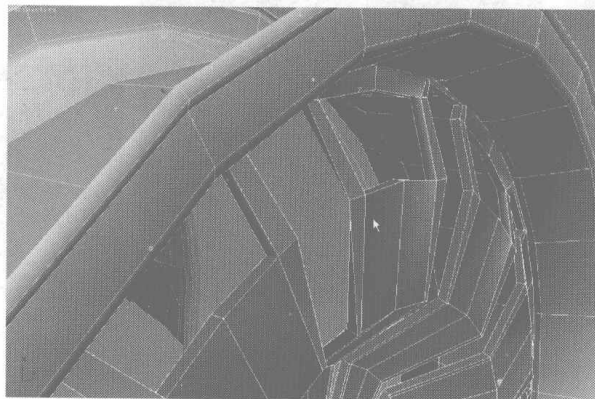

图 7.271
- 31 选择车轮上每一个空缺处四边的曲线, 如图 7.271 所示。单击 **Chamfer**  按钮右边的小方块, 在弹出的对话框中设置倒角参数, 单击 **OK** 按钮, 如图 7.272 所示。